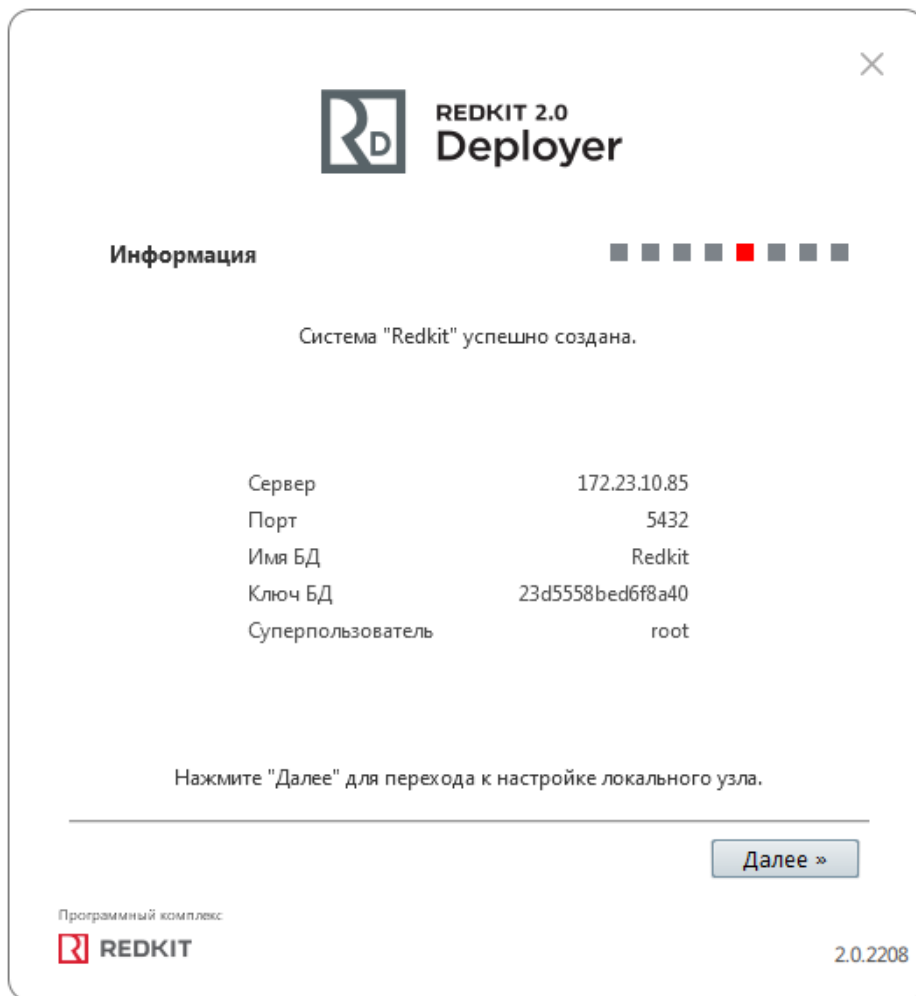

Рисунок 47 - Информация
14. Ознакомьтесь с информацией о созданной системе и нажмите **Далее** (Рисунок 47).